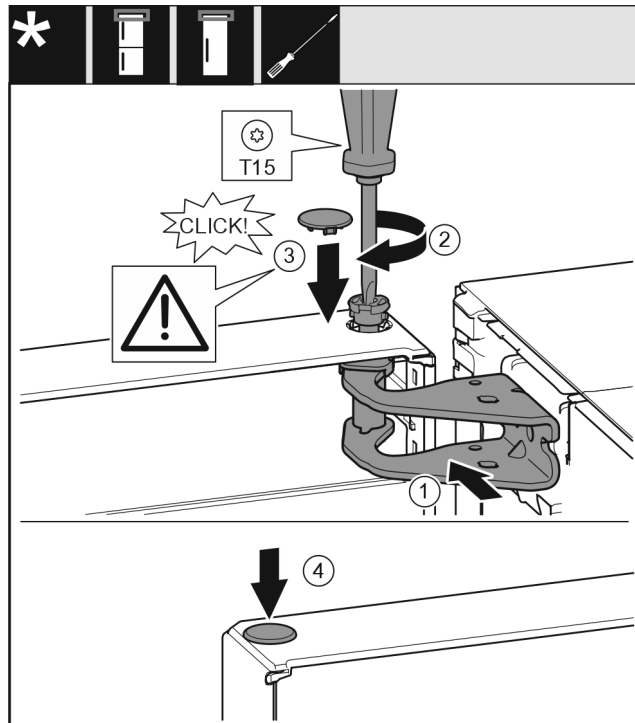

Fig. 22
- 将门的上方对准托架中的开口。 Fig. 22 (1)
- 放入螺栓并用 T15 螺丝刀拧紧。 Fig. 22 (2)
- 安装冰箱门安全装置的安全盖：放入安全盖并检查其是否紧贴贴在门上。否则，需将螺栓完全插入。 Fig. 22 (3)
- 放上堵头。 Fig. 22 (4)